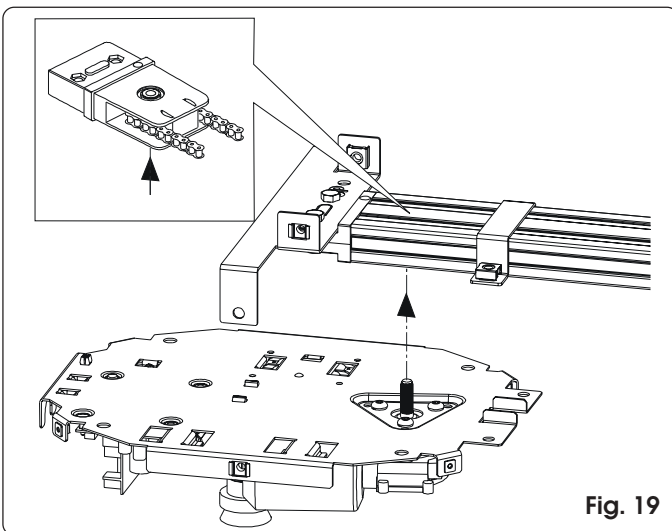

Fig. 19
- 3) Inserire l'alberino del motoriduttore nell'innesto presente nell'attacco posteriore della guida di scorrimento (fig. 19).